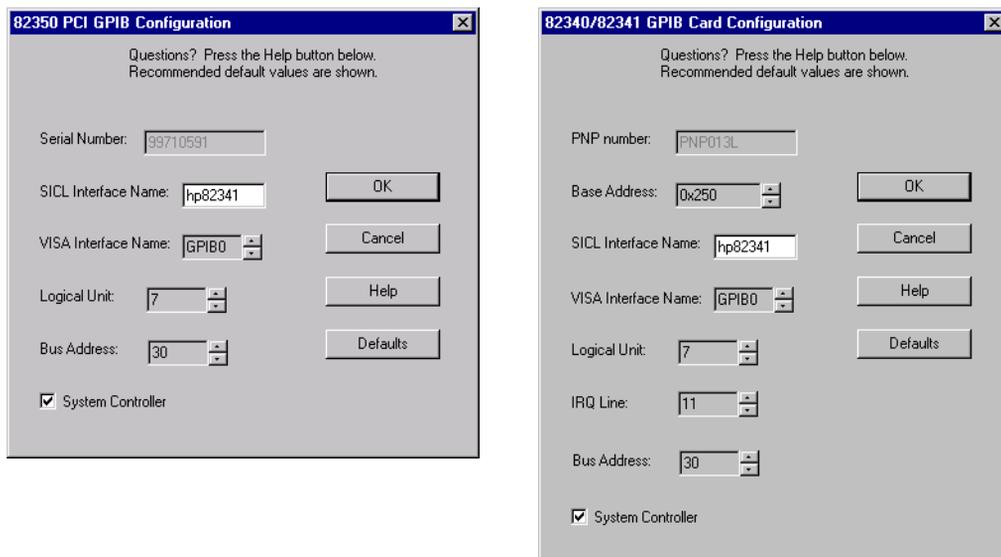

Figure 9 Configuration de la carte d'interface GPIB pour l'utilisation avec la ChemStation Agilent
- 7 Entrez “hp82341”, pour le nom d'interface SICL, entrez “30” pour l'adresse de bus et cochez “System Controller” comme indiqué sur la Figure 9. Notez que le dialogue varie avec le type de la carte interface GPIB installée.
Utilisez les paramètres suivants pour configurer les cartes d'interfaces Agilent 82341 et 82350 avec la ChemStation. Les champs qui apparaissent à l'écran dépendent de la carte d'interface présente. Voir la Figure 9 page 64.